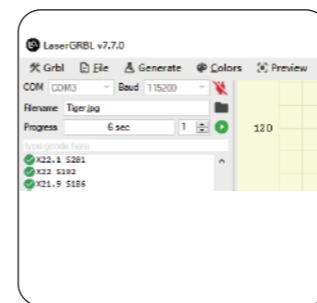

Figura 18 Iniciar gravação/corte
- Depois de concluir todas as definições acima, clique no botão verde, conforme indicado na Figura 18, para iniciar a gravação/corte. Ao lado do botão iniciar existe um número editável que representa o número de tempos de gravação/corte. O software LaserGRBL permite múltiplas operações consecutivas na mesma imagem, o que é especialmente útil durante as operações de corte.